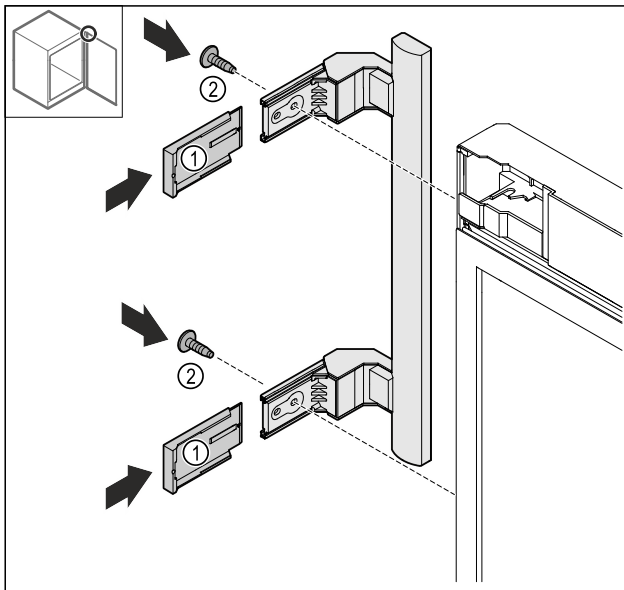

Fig. 20
- ▶ Abdeckungen Fig. 20 (1) aufschieben.